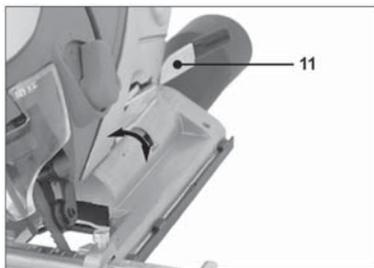

Fig. 4 – AJUSTE DE INCLINAÇÃO DA BASE
Para ajustar o ângulo de corte da base de 0 a 45°, puxe a alavanca (11) na lateral da base e incline a base até atingir o ângulo desejado. Após o ajuste correto do ângulo de corte, pressione novamente a alavanca (11) para a posição inicial para fixar a base. (Fig. 4)